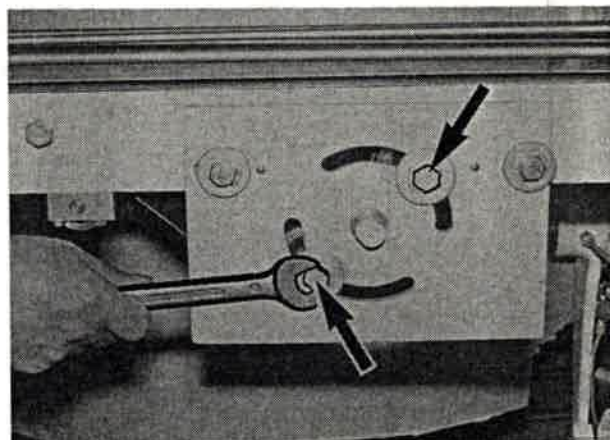

Bild 116
3. Zum Nachspannen des Transportbands beidseitig Befestigungsschrauben (Bild 116/Pfeile) der Spannvorrichtung lösen.